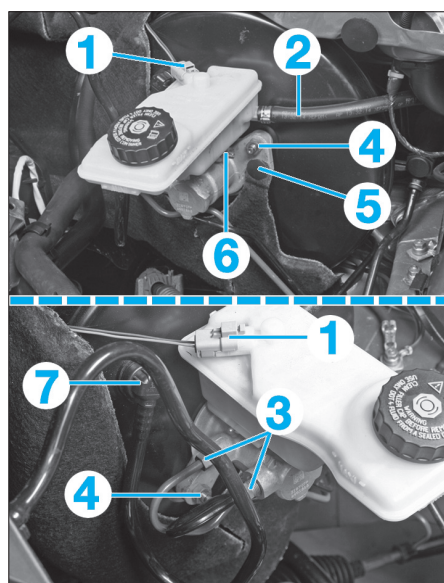

FIG. 17
- Débrancher le connecteur électrique (1) du réservoir de compensation de liquide de frein (Fig.17).
- Débrancher la durit de dépression sur le servofrein (7) (Fig.17).